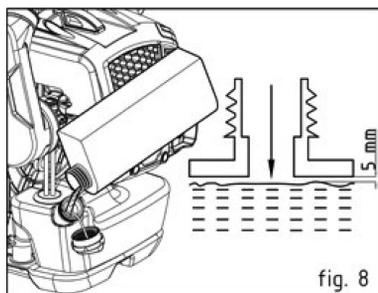

fig. 8
- Ne remplissez pas trop. Laissez un espace d'au moins 5 mm entre le haut du mélange carburant-huile et le bord intérieur du réservoir pour permettre l'expansion (Fig. 8).